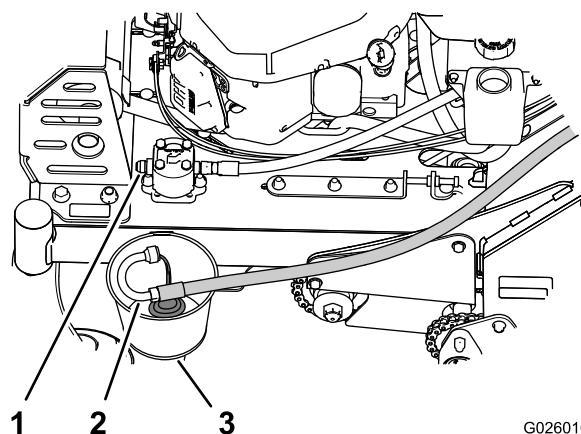

Figure 60
3. À l'avant de la pompe hydraulique auxiliaire, débranchez le flexible d'entrée du raccord hydraulique sur la pompe, placez l'extrémité du flexible dans un bac de vidange et vidangez l'huile (Figure 60).